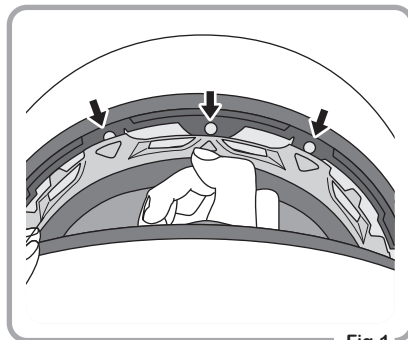

Fig.1
- 1 Suelte los botones a presión de la parte delantera tirando de ellos según la Fig.1